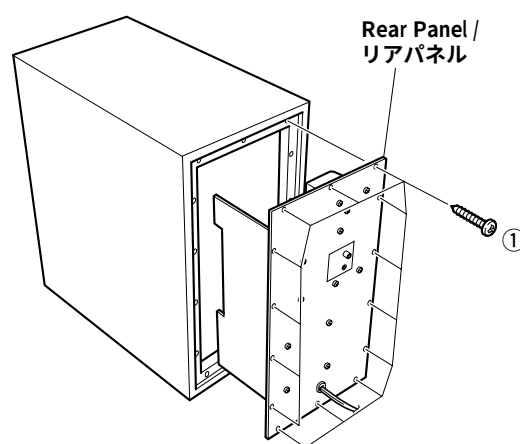

Fig. 2
Remove 14 screws (①) in Fig. 2.
① のネジ 14 本を外し、リアパネルを取り出します。(Fig. 2)